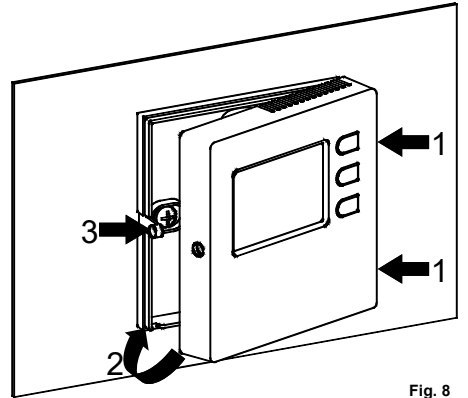

Fig. 8
- Ruotare la calotta e spingere verso l'interno, con un dito, la linguetta plastica posta sulla parte sinistra della base (indicata dalla freccia in Fig. 8) ed esercitare una pressione che faccia scattare la linguetta plastica di fissaggio all'interno dell'apposito foro.